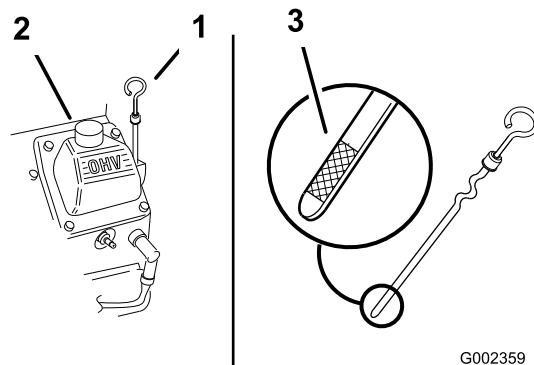

图 16
3. 清洁量油尺周围的区域图 16防止灰尘落入注油孔并损坏发动机。
4. 拧下量油尺并将端部擦拭干净图 16。
5. 将量油尺完全滑入加油管但切勿旋回管子图 16。
6. 慢慢向加油管图 16 注入规定油量的大约 80%。